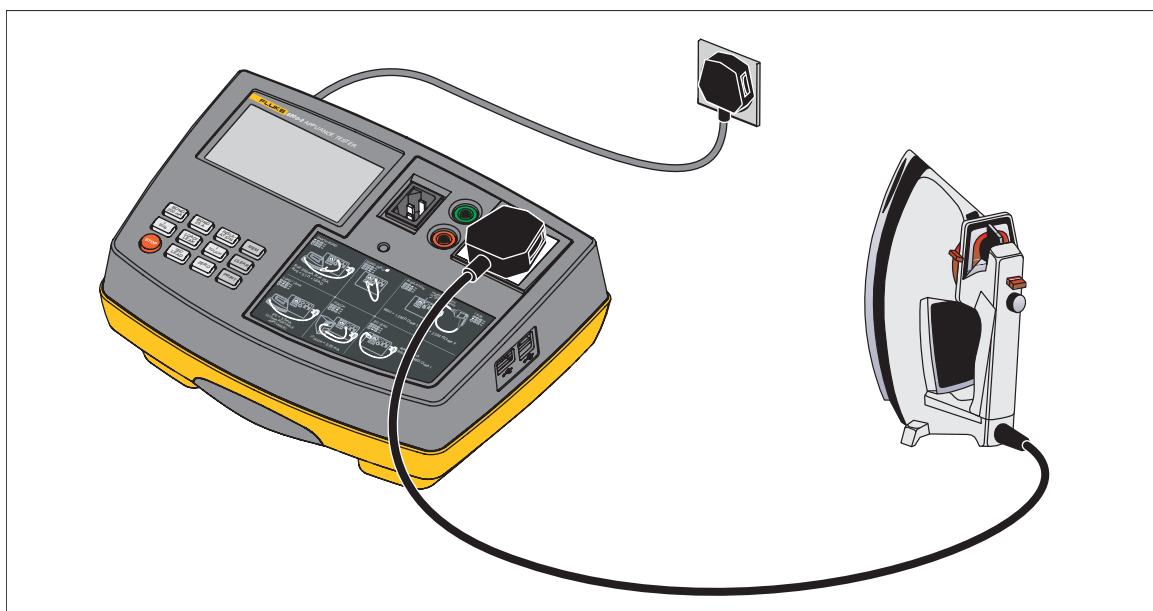

Abbildung 5. Messung des Last/Schutzleiterstromes
1. Verbinden Sie die Prüfleitung wie auf dem Tester dargestellt mit dem Prüfling, siehe Abbildung 5.